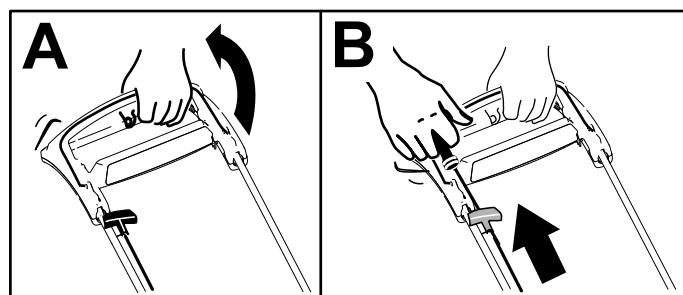

Figura 13
1. Îinei bara de comandă pentru lamă lângă mâner (A din Figura 13).
2. Trageți ușor de mânerul demarorului cu recul până când simțiți că opune rezistență, apoi trageți-l brusc și lăsați-l să se întoarcă încet la ghidajul de cablu de pe mâner (B din Figura 13).